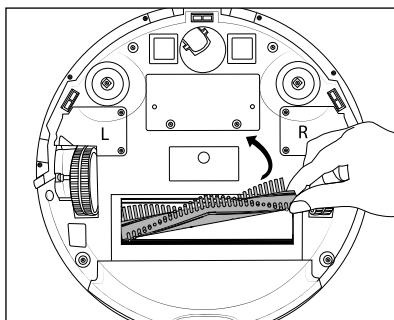

Fig. 15
- ◆ Saisissez le rouleau brosse **18** par le côté droit et sortez-le de l'appareil (voir fig. 15). Retirez les cheveux et la saleté avec la brossette de nettoyage **10**.